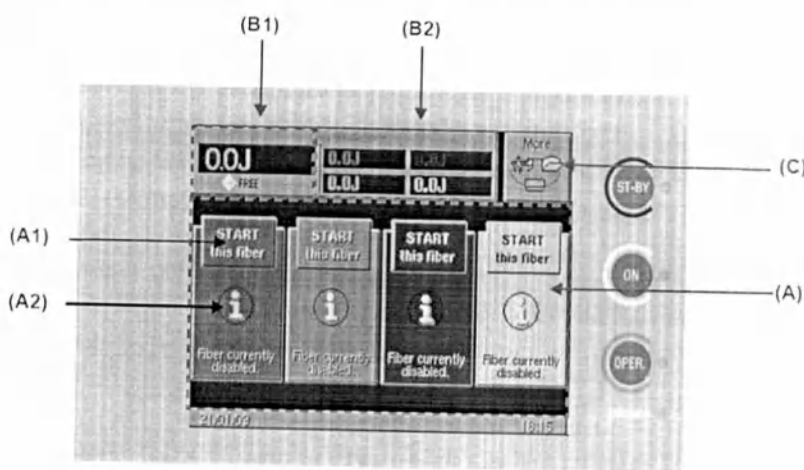
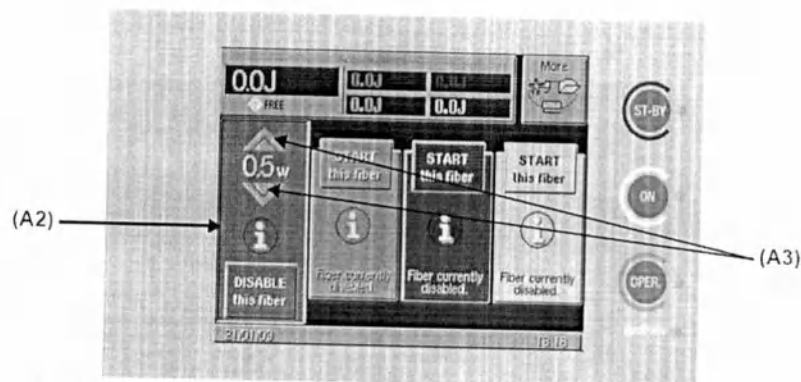
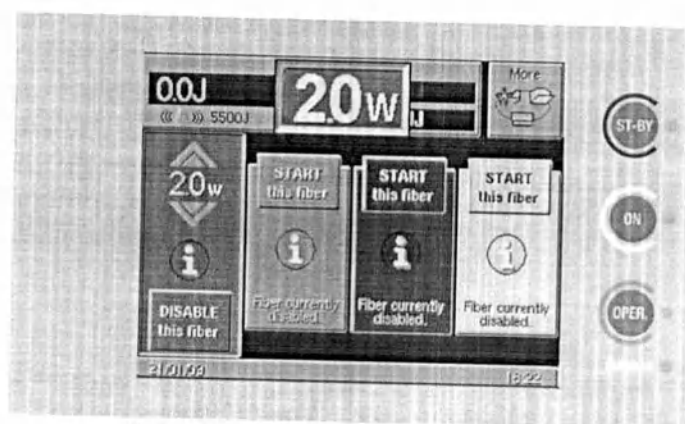
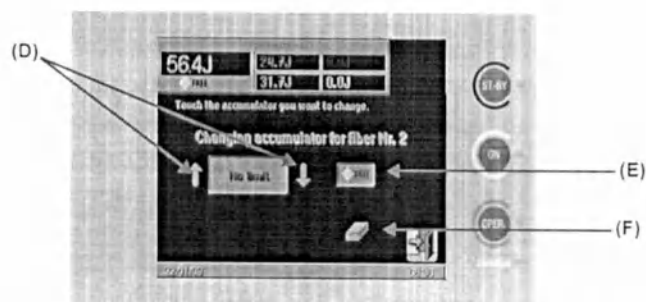

Рис. 9 – Меню «USER»
Рис. 10 – Меню USER с включенным световодом
Рис. 11 – Настройки мощности
Рис. 14 – Аккумулятор световода № 2
На Рис. 9 показана панель управления с меню пользователя USER.
Центральная область меню USER, обозначенная на Рис.9 как (A), позволяет выводить и управлять световодами, подключенными к системе аппарата: она разделена на четыре панели, связанные с четырьмя переходниками SMA, подключаемыми к системе. Каждая область связывается с соответствующим разъемом, также фоновый цвет соответствует цветам, назначаемым световодам.
На каждой панели выводится состояние световода – например, «Световод отключен» на Рис. 9, а также функция «» - справка и функция ВКЛ/ВЫКЛ. На рис. 9 показано меню USER при правильном подключении и идентификации всех световодов, но ни один из них не включен для использования.
Чтобы включить световод, нажмите на соответствующую область «Start this fiber» (Включить этот световод): например, если вы хотите использовать световод, подключенный в разъем N1, нажмите на область, обозначенную на Рис. 9 как (A1), вид экрана изменится, как показано на Рис. 10.
При подключении световода аппарат отображает его настройки по мощности: стрелки вверх и вниз рядом с величиной - (A3) на Рис. 10 – позволяют изменять настройку мощности от 0,5 Вт до 7 Вт с шагом 0,5 Вт. Также уровень мощности может отображаться крупными цифрами, как показано на Рис. 11, если нажать и удерживать стрелки вверх/вниз.
Следующая панель может быть открыта для каждого световода нажатием области «» - (A2) на Рис.9 и Рис. 10.:
В области, обозначенной на Рис.9 как (B1), выводится величина для всех аккумуляторов и ее предел (если задан); в остальных четырех областях (B2) выводятся отдельные аккумуляторы световодов (каждой того же цвета, соответствующий световоду). Если для отдельного световода был задан лимит, показание для аккумулятора обводится красной рамкой.
Заряд аккумулятора увеличивается во время излучения лазера и сохраняет энергию, переданную всеми подключенными световодами во время лазерной процедуры. Нажмите на область (B1) на Рис.9, чтобы открыть меню, показанное на Рис. 13; данное меню позволяет очистить аккумулятор, задать/удалить лимит *общего* количества энергии, передаваемой во время лазерной процедуры.
Четыре области, показанные (B2) на Рис. 9, отображают энергию, излученную каждым световодом с момента запуска системы аппарата или последнего обнуления.
Для изменения настроек аккумулятора световоду пользователь должен нажать на величину того же цвета, что и световод; например, при нажатии на величину на зеленом фоне будут изменяться настройки аккумулятора, соответствующего 2-му световоду слева – сравните с Рис. 9. – Экран примет вид, показанный на Рис. 14.
С помощью кнопок со стрелками, обозначенными на Рис. 14 (D), пользователь может задавать лимит энергии, передаваемой при излучении лазера из выбранного световода.
Данный лимит может задаваться в интервале от 10Дж до 98000Дж или «Без лимита» - то есть контроль энергии отключен. Функцию «Без лимита» можно задать напрямую, нажав на область «FREE» - (E) на Рис. 14.
Во время излучения лазера система аппарата постоянно обновляет значения энергии аккумуляторов в областях, указанных (B2) на Рис. 9.
Аккумулятор можно обнулять независимо для каждого световода и независимо от общего аккумулятора, нажав на пиктограмму, обозначенную (F) на Рис. 14.